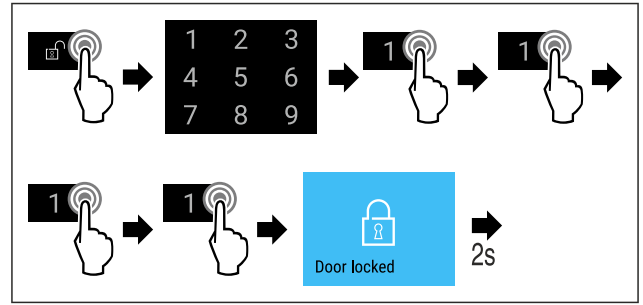

Fig. 75 Bloquear la puerta con el código de puerta 1 1 1 1.
- ▶ Seguir los pasos de procedimiento (consulte Fig. 75) .